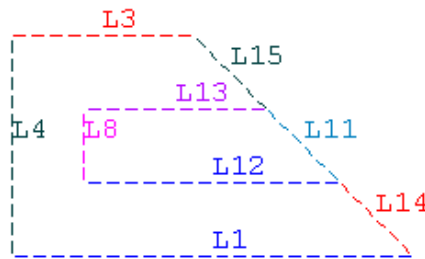

图11.38 模型线
(22) 单击【Utility Menu】|【Select】|【Entities】菜单，弹出实体选择对话框，选择【Nodes】，单击 **Invert** 按钮。
(23) 再次单击 Main Menu>Solution>Define Loads>Apply>Initial Condit'n>Define 菜单，弹出图形拾取对话框，单击【PICK ALL】按钮，在【Define Initial Conditions】对话框中设置初始温度为【80】，单击【OK】确认。
(24) 单击【Utility Menu】|【Select】|【Everything】菜单，选择所有实体。然后单击【Utility Menu】|【Plot】|【Lines】菜单，显示模型线，如图 11.38 所示。